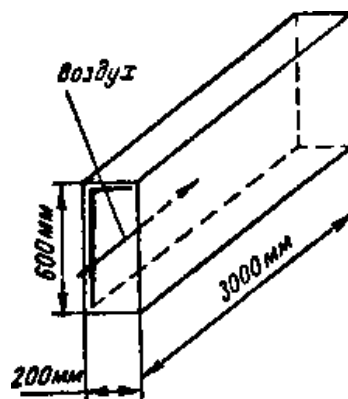

Рис. 1.
**Задача 2.** По трубе прямоугольного сечения (размеры см. на рис. 1) течет воздух со средней скоростью 12,0 м/сек. Средние температуры по длине трубы: воздуха 500°C, стенки 150°C.